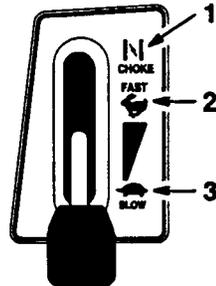

Figure 8
- Mettre la commande des gaz sur CHOKE (STARTER) (Fig. 8).
- Tourner la clé de contact dans le sens horaire et la garder à la position START (DEMARRAGE) (Fig. 8). Relâcher la clé quand le moteur démarre.
- Quand le moteur a démarré, amener lentement la commande des gaz sur FAST (RAPIDE) (Fig. 8).
2. Tourner la clé de contact sur OFF (ARRET) (Fig. 8).